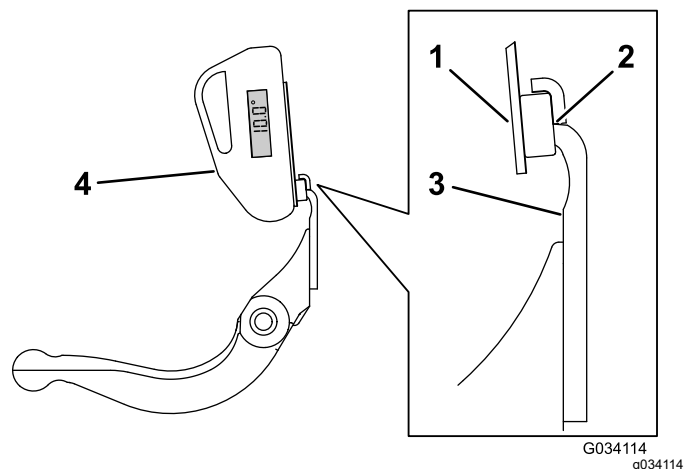

Figure 24
3. Placez le support de l'indicateur d'angle sur le bord de la contre-lame de sorte à adapter le bord de l'aimant au bord de la contre-lame (Figure 24).
4. Placez l'indicateur d'angle sur le support, comme montré à la Figure 24.